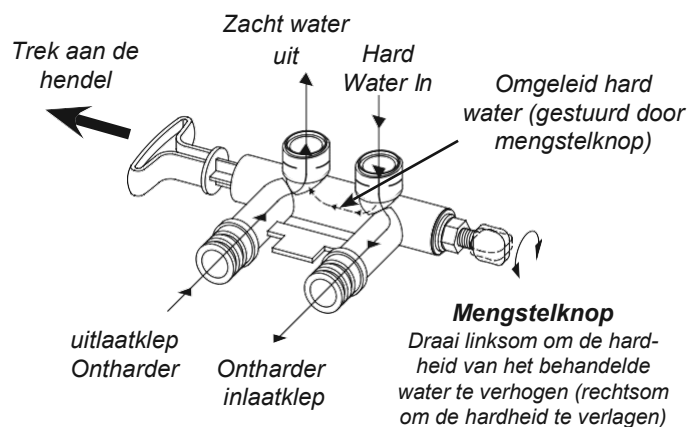

FIG. 2
9. Trek na 5 minuten, terwijl de koudwaterkranen nog stromen, de hendel voorzichtig van de bypass in service positie (FIG. 2) Laat de kranen gedurende 10 minuten doorstromen, zodat lucht en bruin water worden verwijderd.